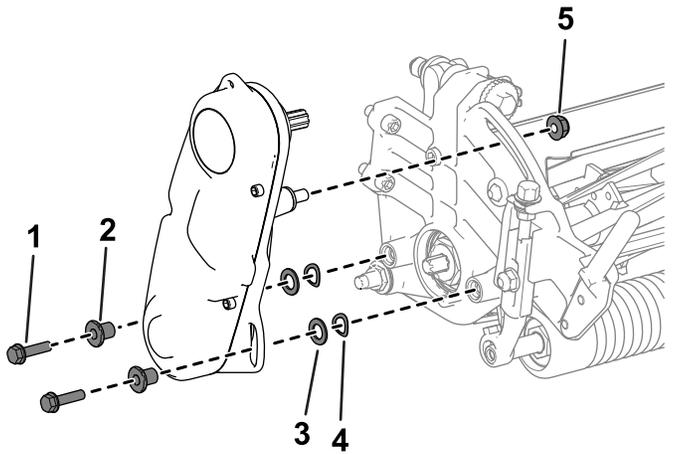

Figura 3
- A. Retire las fijaciones que sujetan el conjunto de transmisión del molinete a la chapa lateral (Figura 3).
- B. Retire el conjunto de transmisión del molinete, las arandelas planas, las arandelas de muelle y los espaciadores de la chapa lateral (Figura 3).